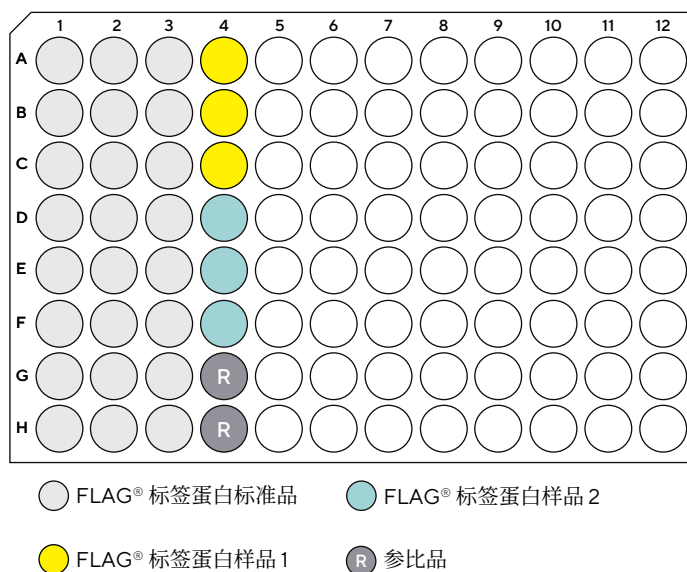

图4. 加标回收率检测的孔板布局示例。
3. 将制备好的标准品和样品一式三份转移到样品板上。建议从A至H列排列样品。至少在一个孔中加入空白稀释基质，用于数据分析中的参考扣除。图4显示了孔板图示例。